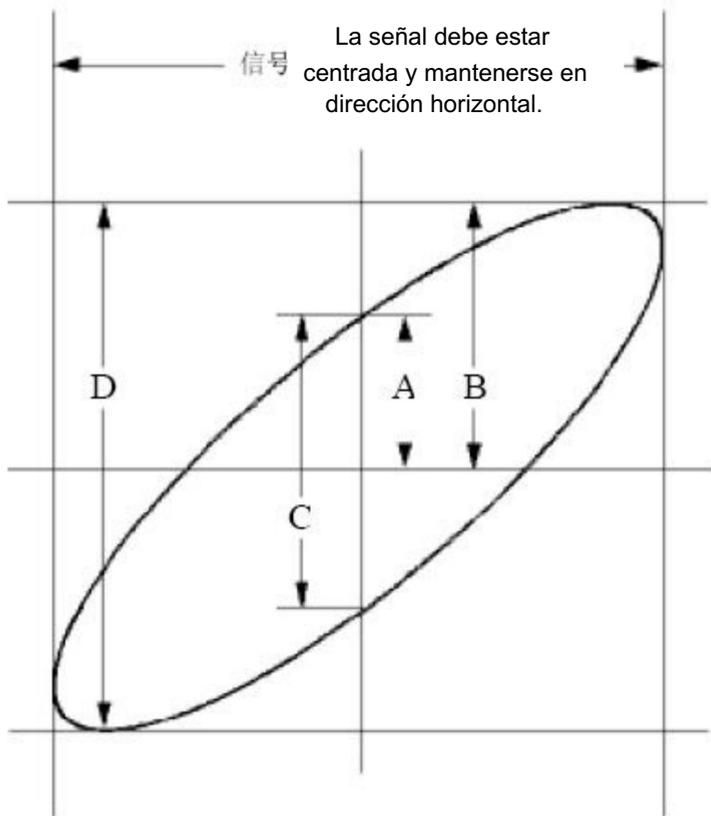

Figura 6-6 Gráfico de Lissajous
(1) Configure el coeficiente de atenuación del menú de la sonda en 10X y el del interruptor en la sonda en 10X (consulte "Cómo configurar el coeficiente de atenuación de la sonda" en la página 19).
(2) Conectar la sonda del canal 1 a la entrada de la red y la de Canal 2 a la salida de la red.
(3) Presione el botón Autoset , con el osciloscopio encendiendo las señales de los dos canales y mostrarlos en la pantalla.
(4) Gire la perilla de escala vertical , haciendo que las amplitudes de dos señales Igual en bruto.
(5) Presione el botón Adquirir para mostrar el menú derecho.
(6) En el menú de la derecha, seleccione el modo XY como ON. El osciloscopio mostrará Las características de entrada y terminal de la red en el gráfico de Lissajous. forma.
(7) Gire las perillas de Escala vertical y Posición vertical , optimizando la forma de onda.
(8) Con el método del oscilograma elíptico adoptado, observar y calcular la diferencia de fase (ver Figura 6-6).